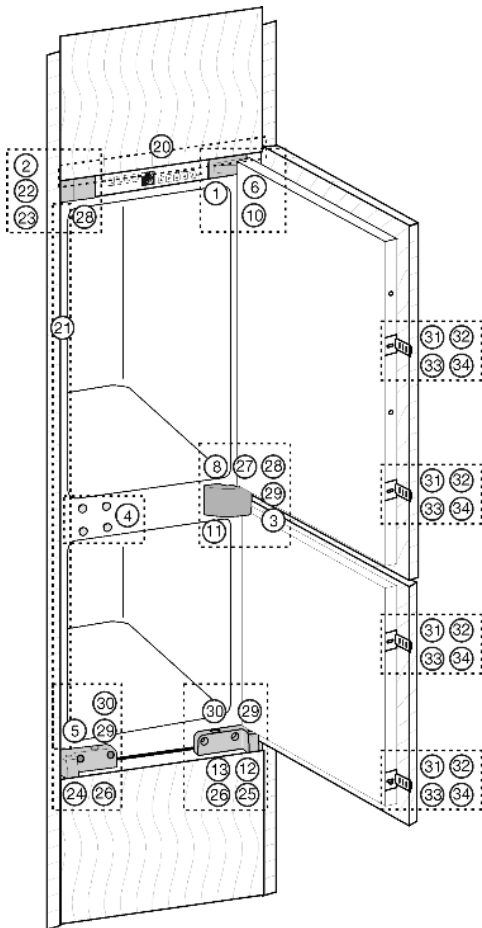
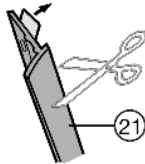
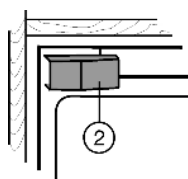

Fig. 6
Fig. 9
Fig. 10
- ▶ Abdeckleiste Fig. 9 (21) griffseitig und frontbündig an die Geräteseitenwand ankleben: Schutzfolie abziehen und Abdeckleiste ankleben.
- ▶ Abdeckleiste Fig. 9 (21) bei Bedarf auf Nischenhöhe kürzen.
- ▶ Die Abdeckleiste Fig. 9 (21) genau unterhalb des Befestigungswinkels Fig. 6 (22) ansetzen.
- ▶ Abdeckung Fig. 10 (2) abnehmen. Bei Erstmontage:
- ▶ Abdeckung Fig. 6 (3) vom Lagerbock Mitte Fig. 10 (11) abnehmen.